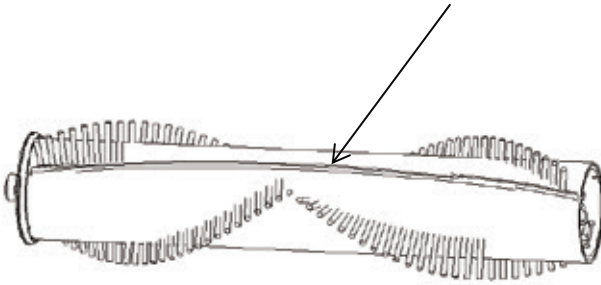

Fig. 6-6c
7) Skær langs rullebørstens rille med en kniv for at skære håret af. Når du har gjort dette, skal gulvbørsten sættes på igen og rullebørstedækslet skal lukkes. (Bemærkninger: Indviklede genstande i gulvrullebørsten, må ikke fjernes med en kniv) (fig. 6-6c)